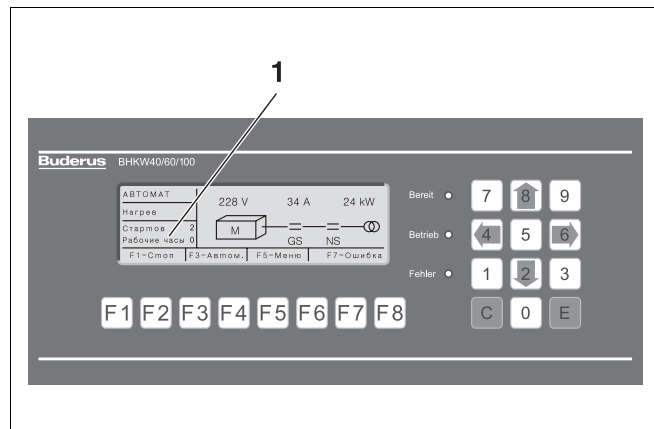

Рис. 5 Количество отработанных часов на дисплее панели управления и индикации модуля блок-ТЭС Loganova
- Определить количество отработанных часов (рис. 5, поз. 1) и согласно плану проведения работ по техническому обслуживанию своевременно поручить сервисной службе провести необходимые мероприятия.